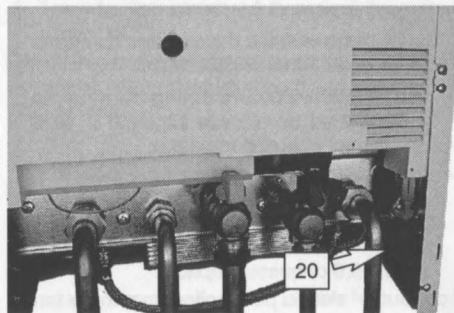

fig. 5.4
- 8 Collegare lo scarico della valvola di sicurezza 20 in fig. 5.4 ad un imbuto di scarico.